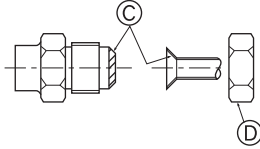

Fig. 4-5
(A) (Fig. 4-5)
(B) (Fig. 4-5)
### 4.4. Boruların bağlanması (Fig. 4-5)